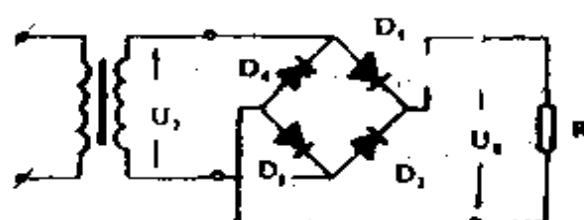

图 36
(2) 单相全波整流电路：它是由两个单相半波整流电路结合起来组成的。在变压器次级引出大小相等，方向相反的两个电压 U_{2a} 、 U_{2b} ，当第一个二极管正极接电源正极， D_1 导通，这时第二个二极管 D_2 不通。当第二个二极管正极接电源正极， D_2 导通，这时第一个二极管又不通。这样轮流导通，在 R 电阻上得到两个单向半波的脉动电压，比半波整流的直流分量大一倍。其特点是电路所需二极管比半波多一倍。但脉动较小，输出电压 U_R 为 $0.9U_2$ 。因为变压器要中心抽头，比较麻烦，且二极管 D_1 和 D_2 承受的反向电压比半波的二极管要高。
(3) 单相桥式整流电路：如图 36 所示，它是由四个二极管接成的整流电路。当电源极性为上端正极下端负极时， D_1 与 D_3 导通， R 上有电流流过，得到一个半波整流电压。当电源极性为上负下正时， D_2 与 D_4 导通， R 上也得到一个半波整流电压。如此重复，在负载 R 上就能得到一个和单相全波